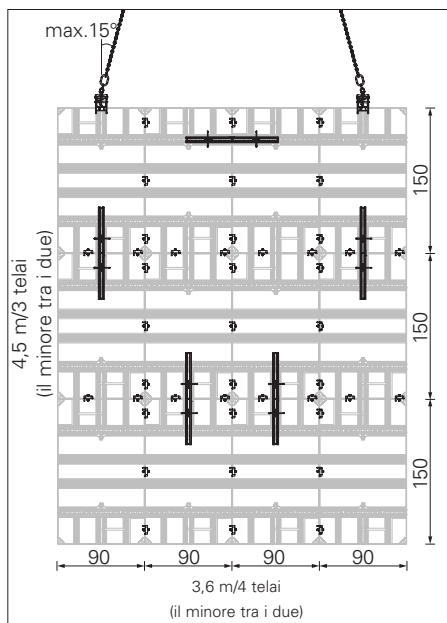

Fig. 1
- Possono essere movimentati fino a 12 telai HSA 150 x 90 contemporaneamente. Fig. 1 (max. 3,6 m di larghezza x 4,5 m di altezza)